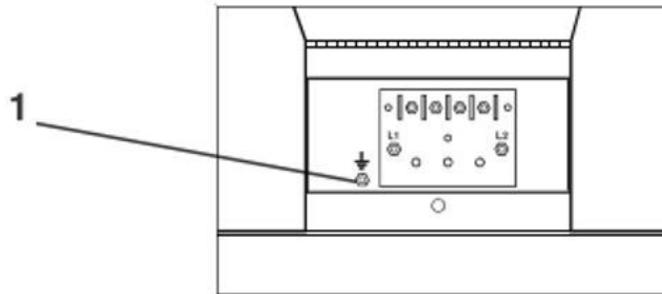

Figura 34: Conexión a tierra.
1. Terminal para conexión del equipo a tierra (localizado en la parte posterior de la máquina). Conecte el equipo a una buena conexión de tierra física, como se muestra en la figura 34